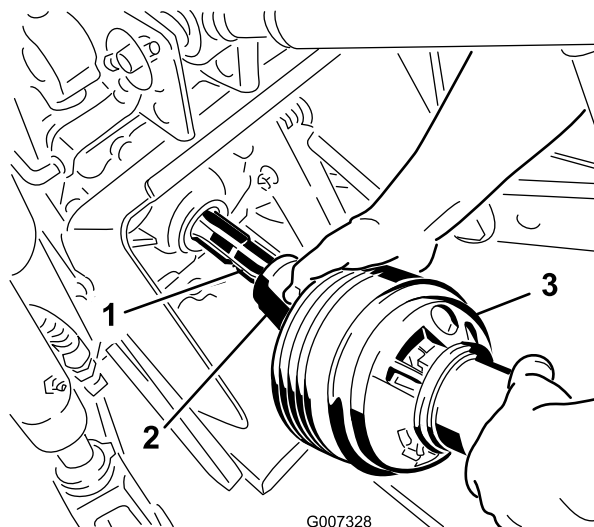

Figura 20
3. Conecte el árbol de la TDF al árbol de la TDF del tractor (Figura 20).